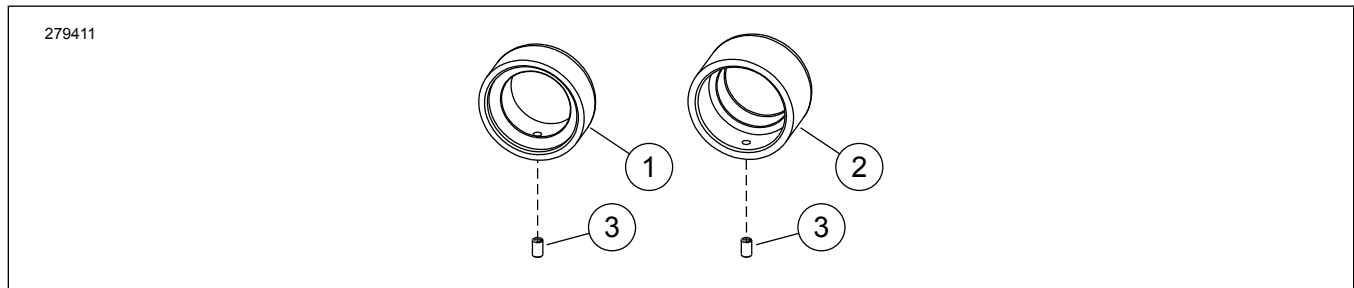

Figure 1. Kit de cache-écrous d'axe de roue arrière
1. Voir la Figure 1. Installer partiellement une vis de réglage (3) dans le trou fileté de chaque cache-écrous d'axe de roue (1, 2).
3. Serrer suffisamment les vis de réglage du cache-écrous de l'axe de roue (3).